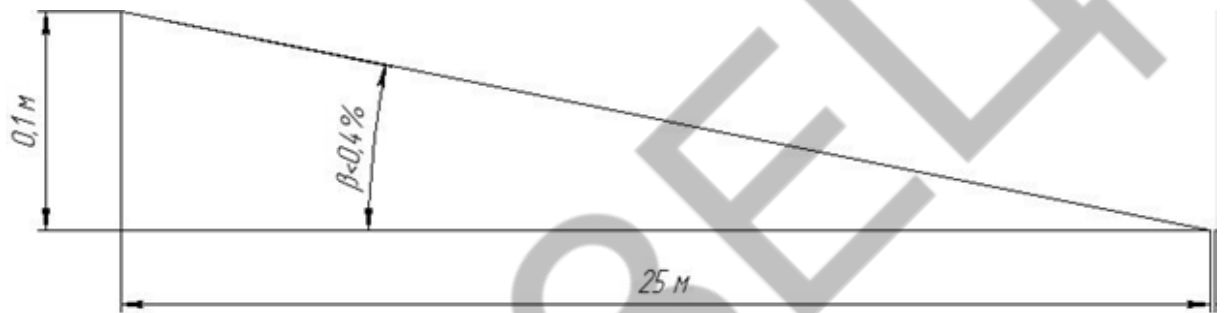

Рисунок 2
18.3 Монтаж оборудования должен производиться на поверхность площадки, уклон которой не превышает угла  $\beta$ , в противном случае выполнить установку изделий, согласно схеме монтажа, с указанными заглаблениями, будет невозможно (рисунок 2).